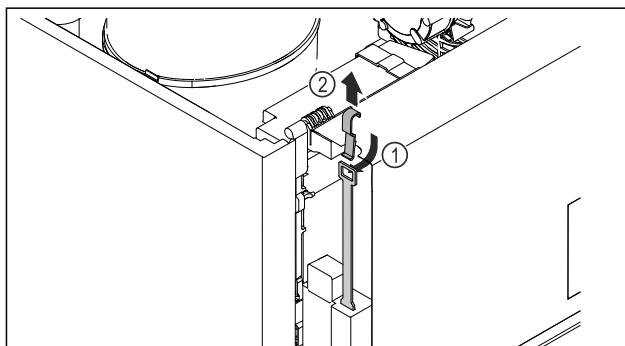

Fig. 244
- Introduzca la llave de desbloqueo de emergencia Fig. 244 (1) desde arriba, engáñchela a la cerradura y tire de ella hacia arriba Fig. 244 (2).